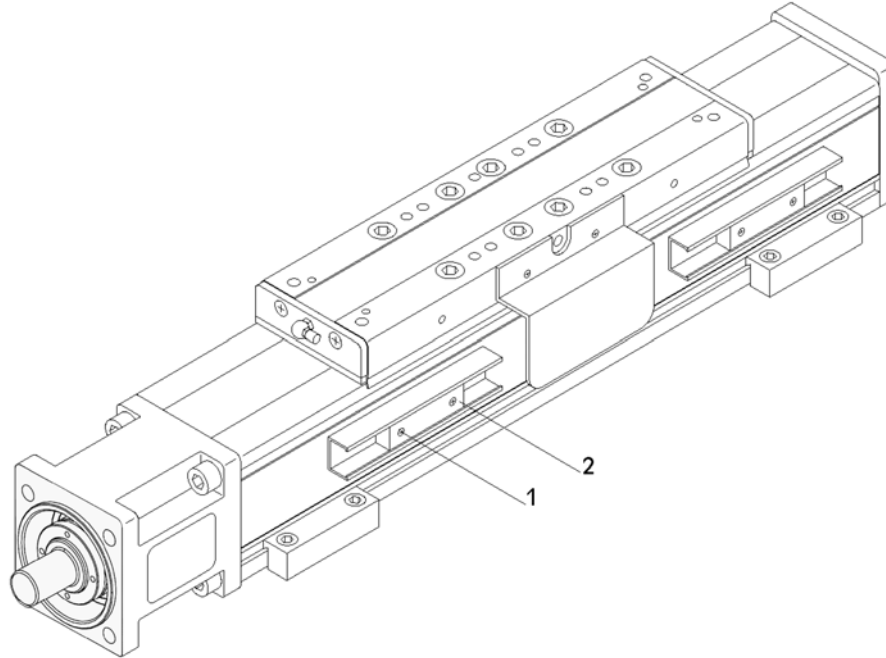

Fig. 6: Interruttori di prossimità induttivi
1. **Fig. 6:** Allentare il rispettivo interruttore di prossimità svitando la vite di fissaggio (1).
2. Spostare l'interruttore di prossimità (2).